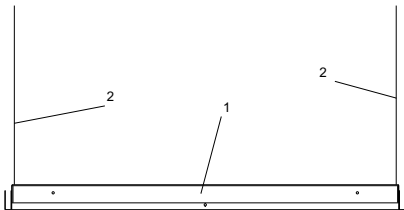

Рисунок 4
4.2.4 Встраиваемый монтаж производить в потолки типа «Грильято» для светильника ДВО 2001А, ДВО 2101А (см. рисунок 4). Светодиодную панель (1) установить в ячейку 590×590 потолка типа «Грильято» как показано на рисунке 4, подвесить светильник к несущему потолку крепёжными элементами (2). Крепёжные элементы (2) в комплект поставки светодиодной панели не входят.